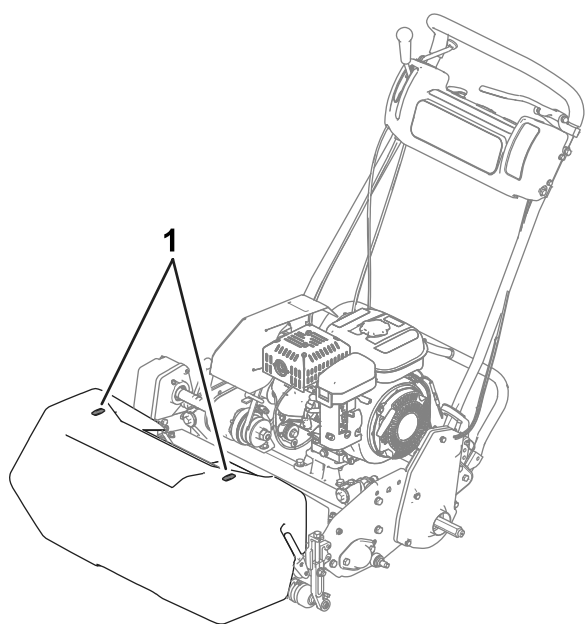

Рисунок 22
- Чтобы сохранять прямолинейное движение на протяжении всего гриня и поддерживать одинаковое расстояние от края предыдущей скошенной полосы, используйте ориентирующие полосы на травосборнике (Рисунок 22).